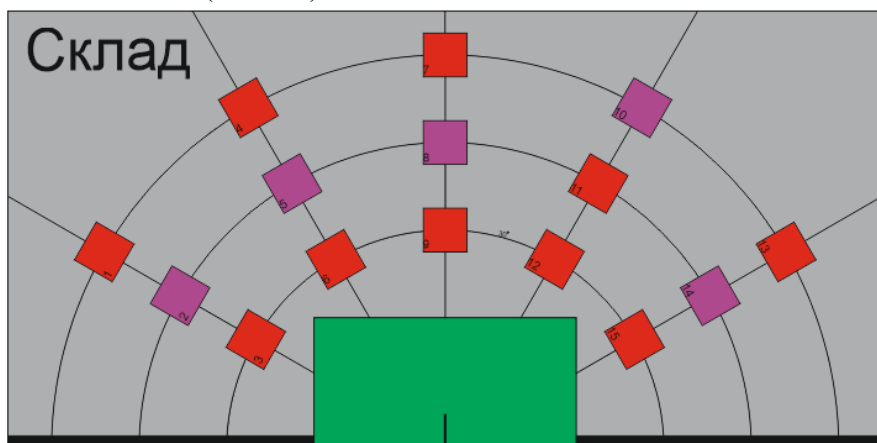

Рис. 27
8. Заготовки № 1 находятся на позициях 2,4,8, заготовка № 2 находится в позиции 14 заготовка № 3 на позиции 10 (Рис. 27).